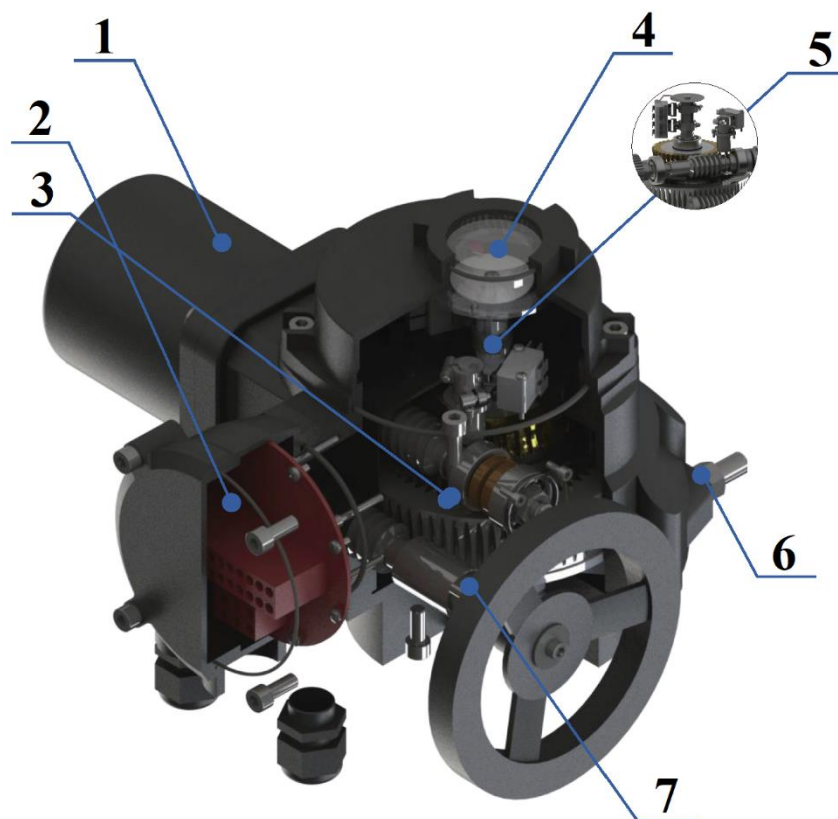

Рисунок 3. Основные элементы конструкции электропривода
1.3.1. Основные элементы конструкции электропривода приведены на рис.3.